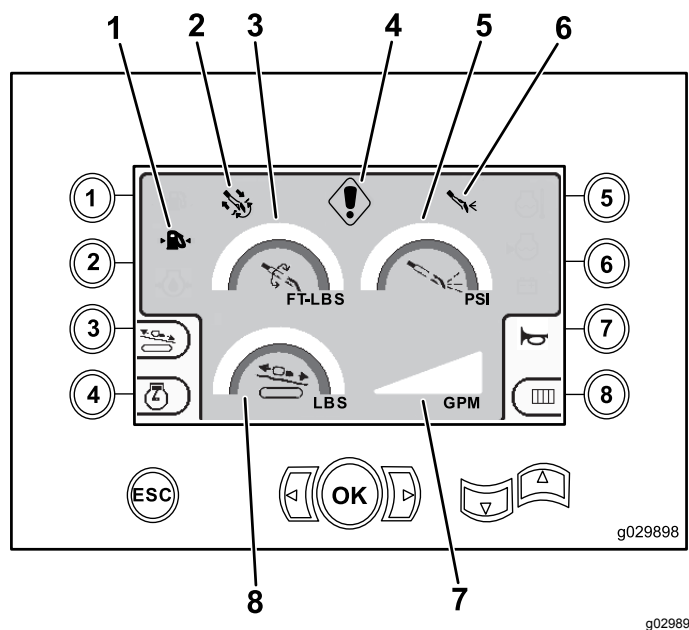

Bild 3
Dieser Bildschirm zeigt den Drehmoment in ft-lb, den Bohrflüssigkeitsdruck in psi, die Wagenkraft in lb sowie die Durchflussrate der Bohrflüssigkeit in gpm an (Bild 3).
- Bohr- bzw. Motorfehlercode (Bild 3)
- Kraftstoffwarnleuchte (Bild 3)
- Bohrflüssigkeit ist in der EIN-Stellung (Bild 3)
- Automatisches Bohren ist in der EIN-Stellung (Bild 3)